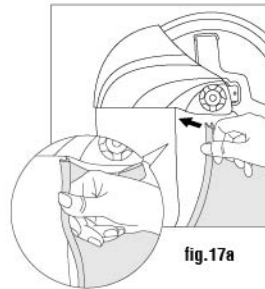

fig.17a
Étape 1 : Insérez la couche d'étanchéité en forme de U dans le bord du verre du masque de protection. Utilisez le pouce pour appuyer sur le bord de la couche d'étanchéité afin de la fixer dans le verre du masque de protection (voir fig.17a).